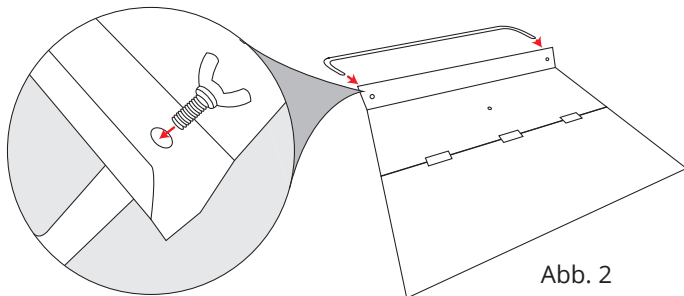

Abb. 2
- Schrauben Sie den Griff „L“ mittels der beiden Flügelschrauben „D“ von außen am Deckeloberteil „M“ fest. (Abb. 2)